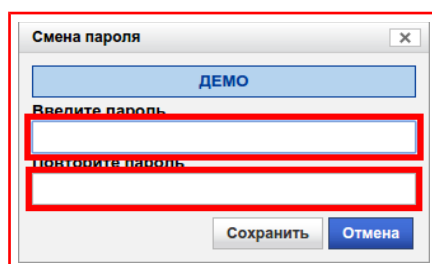

Рисунок 9.81 — Диалоговое окно «Смена пароля»
- 3) В появившемся диалоговом окне ввести новый пароль в поля под текстом **«Введите пароль»**, **«Повторите пароль»**, рисунок 9.81;